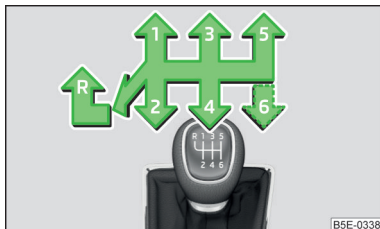

Fig. 129
Les vitesses sont indiquées sur le levier de vitesses » fig. 129.
- Placer le levier de vitesses entièrement à gauche, puis tout droit en position **R** » fig. 129.